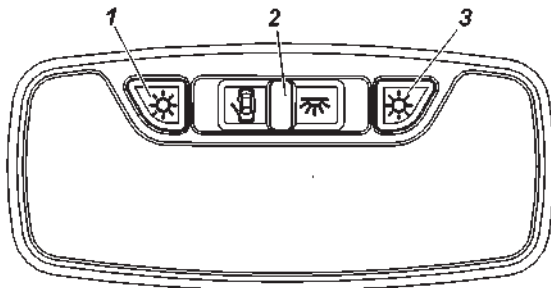

Рис. 3.30. Блок освещения салона:
**Блок штурманских ламп** включает в себя секции индивидуального освещения водителя и переднего пассажира. Левая и правая секции индивидуального освещения, включаются нажатием выключателей, 1 или 3 (рис. 3.30) соответственно.
В среднем положении переключателя 2 плафон выключается. Плафон освещения салона отличается от блока штурманских ламп отсутствием возможности раздельного включения левой и правой секции и, соответственно, не активными выключателями 1 и 3 (рис. 3.30).